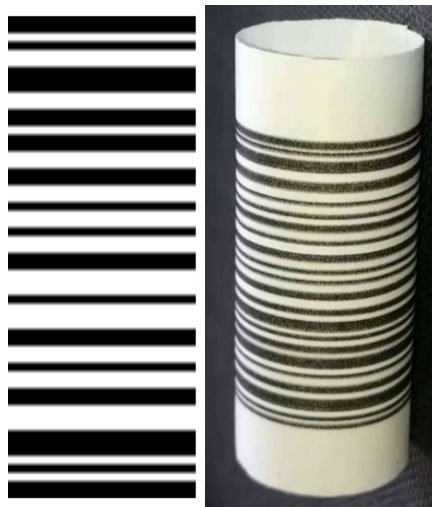

图 2 条形码示意图
(4) 400cm × 500cm 作业区四周及顶部设置安全网，安全网外有支架。
(5) 测试现场避免阳光直射，但不排除顶部照明灯及窗外环境光照射，参赛队应考虑到测试现场会受到外界光照或室内照明不均等影响因素；测试时不得提出光照条件要求。
(6) 杆塔放置在作业区中非播撒区域，距离边缘 100cm 以上。杆塔颜色为黑色，套有环形黑白条形码。4 位数条形码高度为 4cm，制成圆环状套在杆塔顶部。参见图 2。条形码图片可在网站上生成，网址：